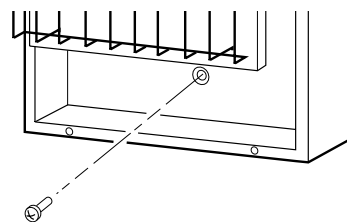
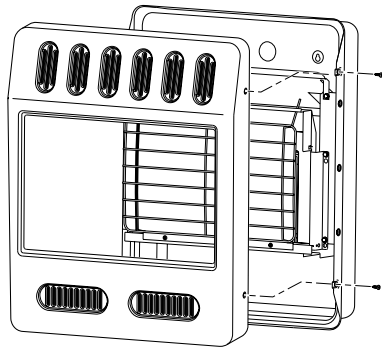

**Figure 11 - Retrait du panneau avant du radiateur**
Figure 14 - Retrait du panneau avant du radiateur
1. Retirez le panneau avant du radiateur (pour le radiateur à 2,9 kW (10 000 BTU/h), consultez la figure 11 à la page 9, et pour le radiateur à 5,9 kW (20 000 BTU/h), consultez la figure 14 à la page 10).